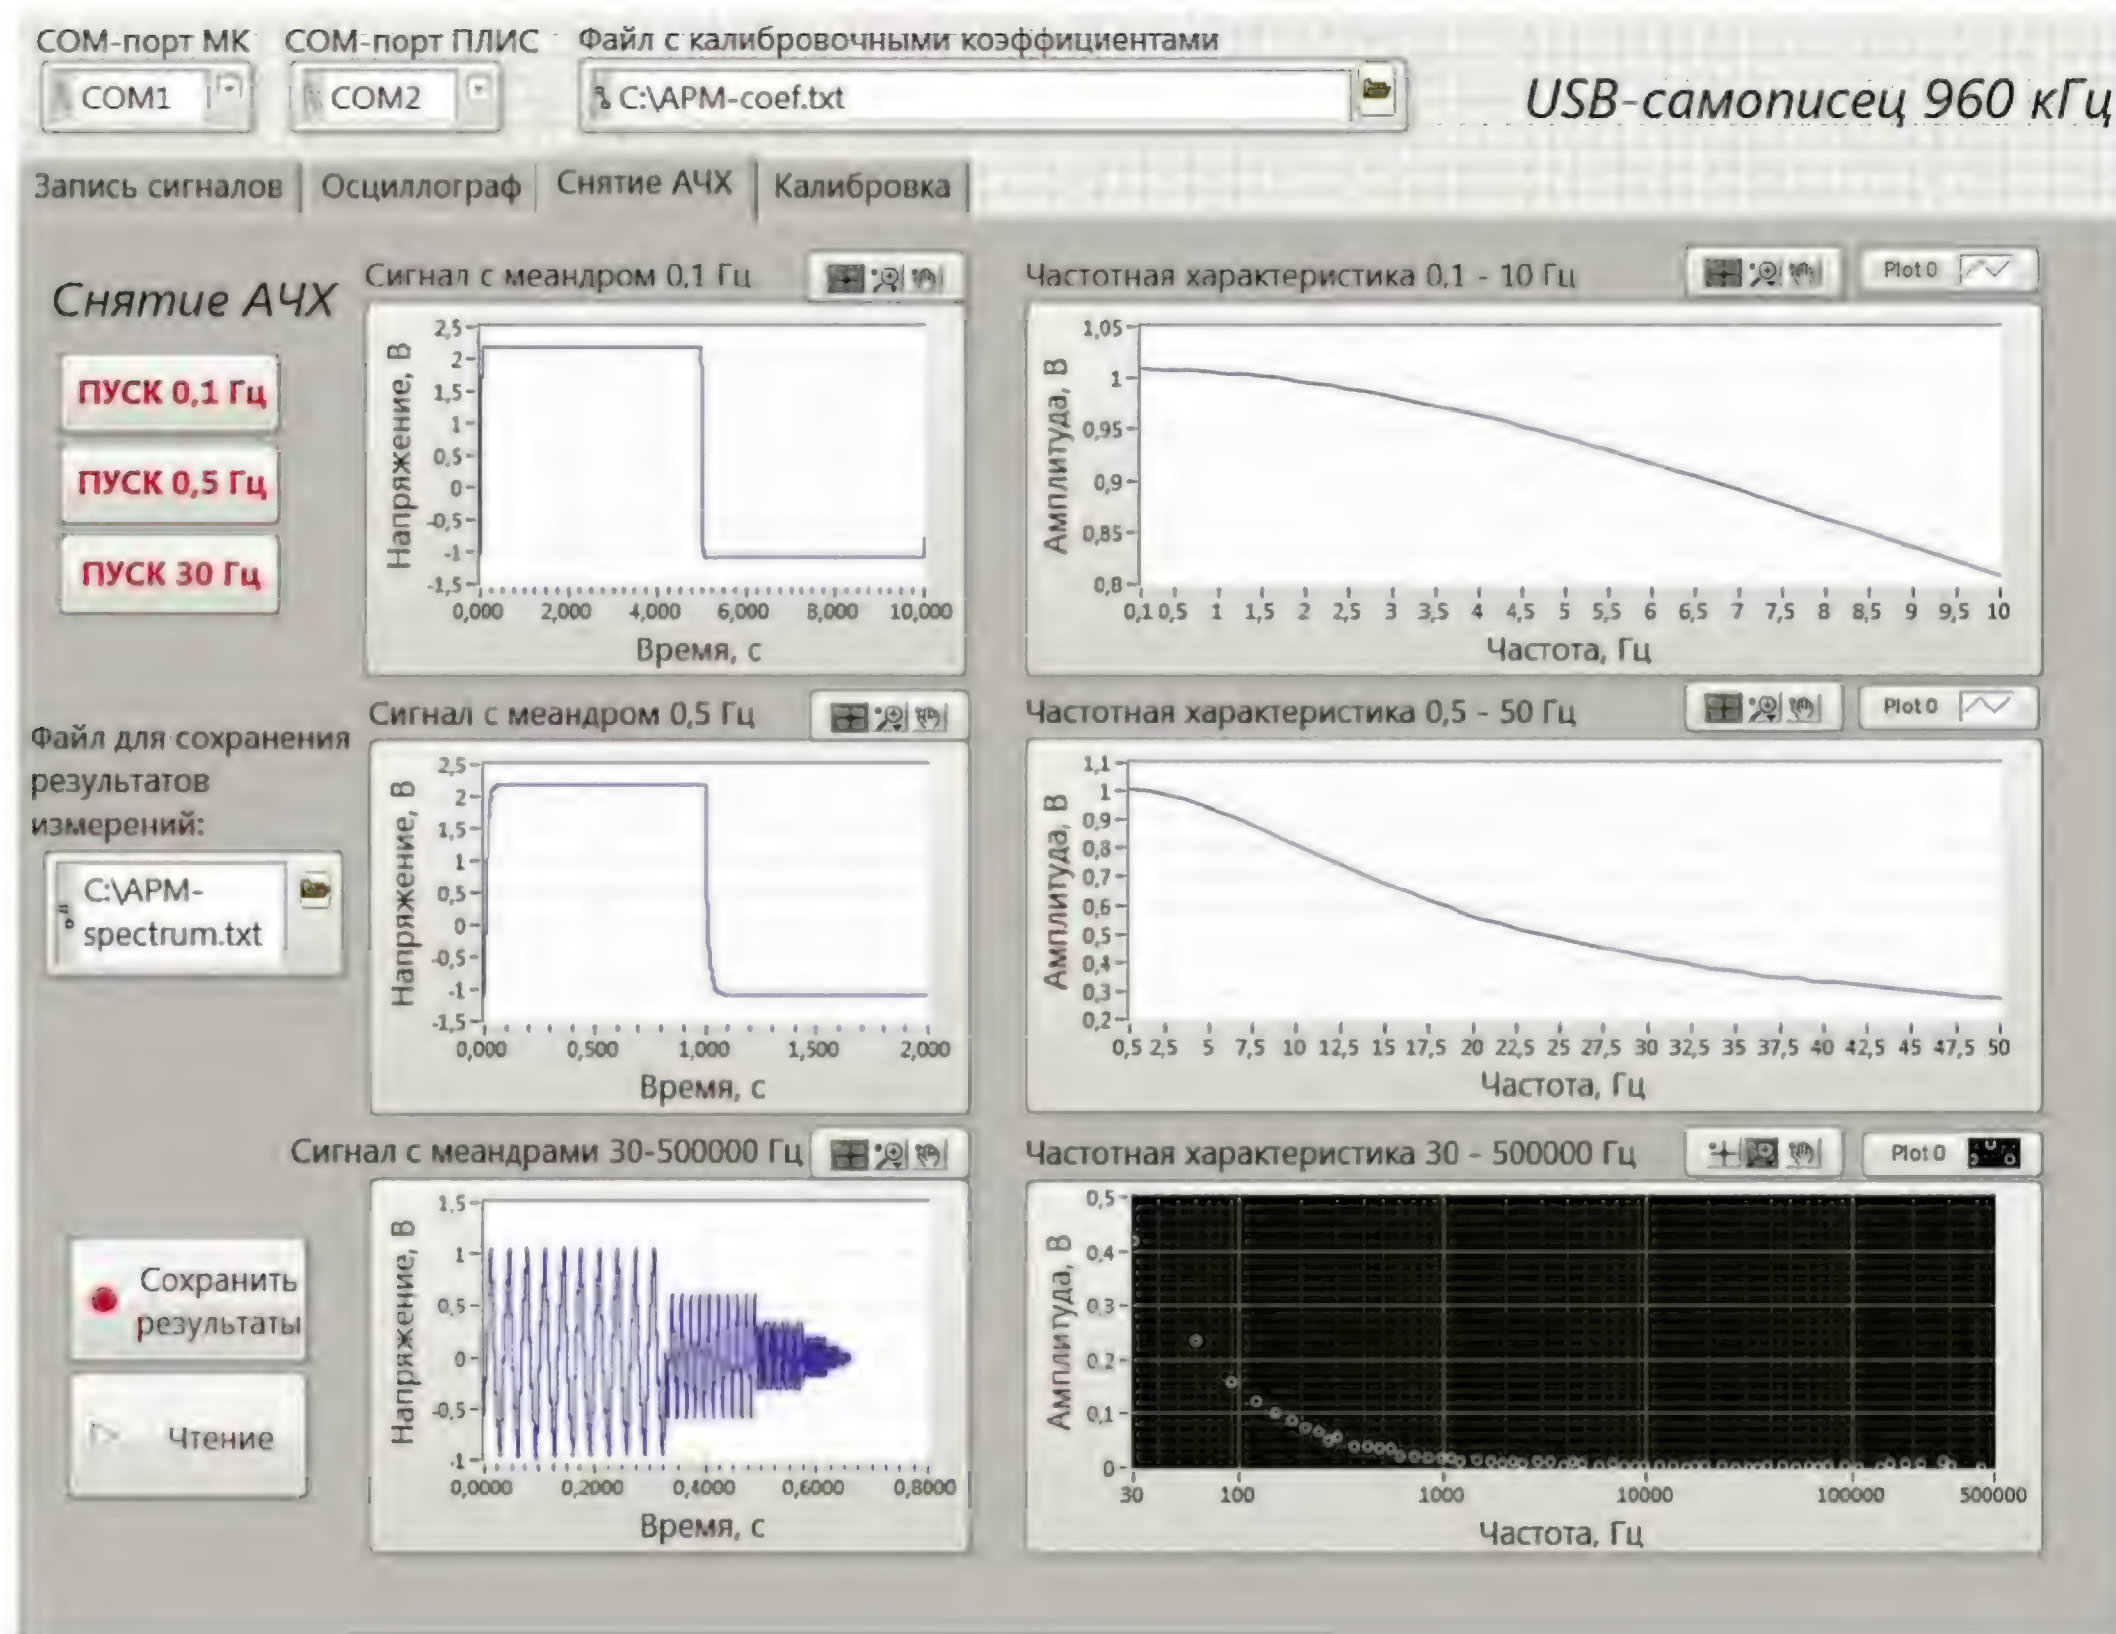

Рис. 10
**Вкладка "Снятие АЧХ"** показана на рис. 10. Определить АЧХ линейной цепи [7] можно путём одновременного или поочерёдного воздействия на её вход гармонических сигналов различной частоты с последующим измерением амплитуды этих сигналов на выходе цепи. В рассматриваемом устройстве для измерения АЧХ вместо гармонических сигналов используются прямоугольные импульсы, генерируемые микроконтроллером. Сигнал в виде прямоугольных импульсов со скважностью 2 — сумма бесконечного числа гармонических сигналов (гармоник), частоты которых в нечётное число раз выше частоты повторения импульсов. Амплитуды его гармоник приблизительно равны 0,9 (первая), 0,3 (третья), 0,18 (пятая), 0,129 (седьмая), 0,1 (девятая)